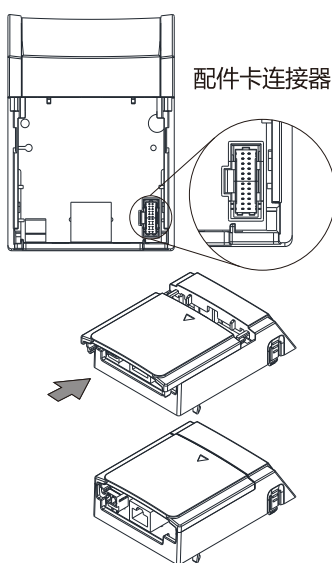

图 8-17
7. 将配件卡安装盒上盖装回配件卡安装盒，如图 8-17 所示。